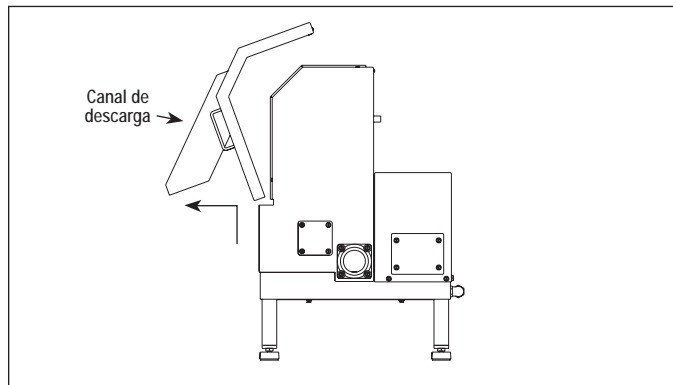

Figura 25.
2. Sosteniendo ambas asas, retire el canal de descarga incliniéndolo hacia arriba (ver Figura 25).